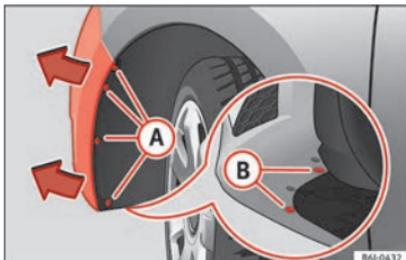

Fig. 106 Farol de nevoeiro: acesso ao conector e ao porta-lâmpadas.
- Retire os 4 parafusos (A) » Fig. 106 do interior do passa roda e os 2 parafusos infe-
riores (B) » Fig. 106 do para-choques, utilizando uma chave de parafusos.